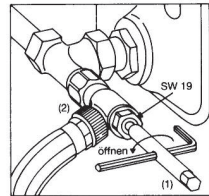

Bild 6
- 3.4 Entleerungs- und Füllwerkzeug (2) auf die „Combi 4/3/C“ Verschraubung aufschrauben und Schlauch befestigen (Bild 6).
- 3.5 Entlüftungsschraube am Heizkörper öffnen. Sechskantschlüssel SW 10 (1) auf Entleerungs- und Füllwerkzeug (2) aufsetzen und durch Linksdrehen den Heizkörper entleeren (Bild 6).